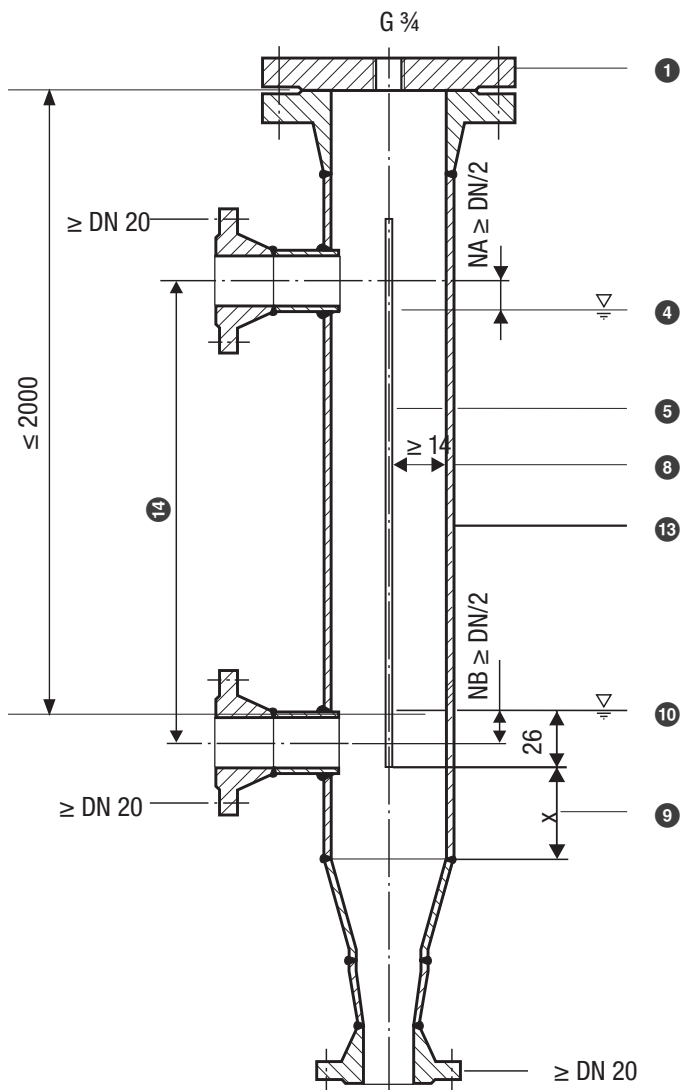

Fig. 15
- Fig. 15: Brida (PN 40, $\geq$ DN 80) DIN EN 1092-01 (electrodo individual)